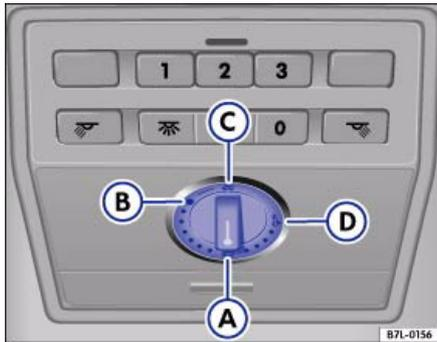

Abb. 40 Ausschnitt aus Dachhimmel: Drehschalter Schiebe-/Ausstelldach
- Drehen Sie den Drehschalter in Stellung \Rightarrow Abb. 40 **B**. Das Dach öffnet sich bis zur Komfortstellung, in der Windgeräusche minimiert werden.
Ein durch Kraftbegrenzung wiederholt geöffnetes Schiebe-/Ausstelldach können Sie dann schließen, wenn Sie den Drehschalter in Stellung ⇒ Seite 64, **Abb. 40** **A** vorne so lange drücken, bis das Schiebe-/Ausstelldach vollständig geschlossen ist. **Dabei ist zu beachten, dass das**